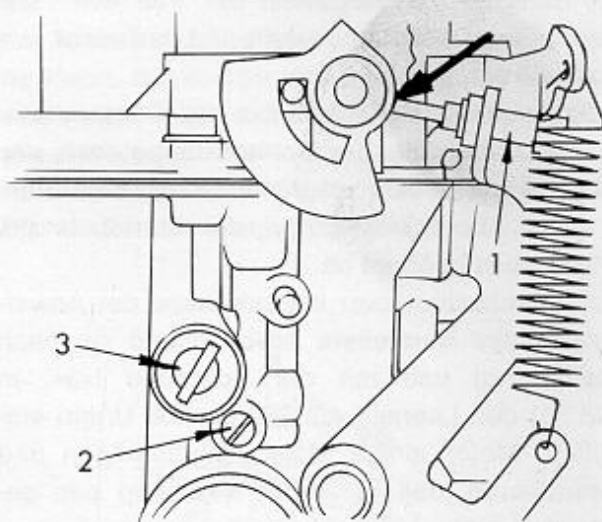

Bild 51
- Unter Bezug auf Bild 51 die Drosselklappenanschlagschraube (1) herausdrehen, bis ein kleiner Spalt zwischen dem Stufennocken und der Schraube vorhanden ist (Pfeil).
- Schraube (1) vorsichtig hineindrehen, bis sie den Stufennocken soeben berührt. Aus dieser Stellung um eine weitere Viertelumdrehung hineindrehen.
Unter keinen Umständen darf man versuchen, den Leerlauf durch die Drosselklappenanschlagschraube («1», in Bild 51) einzustellen, wie dies bei früheren VW-Vergasern der Fall war. Die Schraube ist werkseingestellt und darf nicht verstellt werden.
Einen Drehzahlmesser entsprechend der Anweisungen des Herstellers anschließend (je nach Ausführung) und mit der Schraube («3», in Bild 51) den Leerlauf auf 800 bis 900 U/min einstellen. Motor einige Male beschleunigen und kontrollieren, daß er immer wieder in den genannten Leerlauf zurückkommt.
Co-Anteil am Instrument ablesen. Falls die Anzeige nicht innerhalb 2 bis 4% liegt, ist die Einstellschraube («2», in Bild 51) zu verstellen, bis dies der Fall ist. Falls sich der Leerlauf danach verändert hat, muß er durch Drehen der Einstellschraube (3) berichtigt werden. Auf keinen Fall Schraube (1) verstellen, um den Leerlauf zu berichtigen.